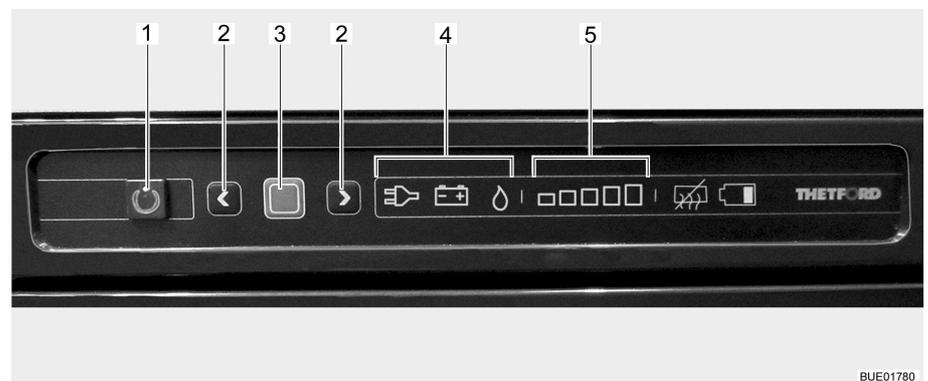

Bild 93 Bedienelemente für den Kühlschrank
Die aktuelle Betriebsart wird durch ein leuchtendes Symbol (Bild 93,4) an der Bedieneinheit angezeigt.
Nach dem Einschalten wählt der Kühlschrank automatisch die zuletzt gewählte Thermostateinstellung. Diese Einstellung kann manuell mit den Pfeiltasten (Bild 93,2) nachgeregelt werden. Die Leucht balken der Kühlstufenanzeige (Bild 93,5) zeigen die gewählte Thermostateinstellung an. Mit den Pfeiltasten wird die Kühltemperatur für alle drei Energiearten eingestellt. Es dauert einige Stunden, bis der Kühlschrank die normale Betriebstemperatur erreicht hat. Beim Umschalten der Betriebsart wird die Thermostateinstellung beibehalten. Die Kühltemperatur wird unabhängig von der Energieart beibehalten.
- Taste Ein/Aus (Bild 93,1) 1 Sekunde lang drücken. Taste (Bild 93,1) leuchtet grün auf. Nach ca. 10 Sekunden wird die Anzeige aus Energie-spargründen gedimmt.
- Bestätigungstaste (Bild 93,3) ca. 2 Sekunden lang drücken. Die Symbole der Betriebsarten (Bild 93,4) blinken.
- Zum Ändern der Betriebsart die Pfeiltasten (Bild 93,2) drücken.
- Für Gasbetrieb mit den Pfeiltasten (Bild 93,2) die Betriebsart Gas auswählen. Die Gaszufuhr ist geöffnet. Der Zündvorgang erfolgt automatisch. Ein tickendes Geräusch ist hörbar, bis der Zündvorgang erfolgreich abgeschlossen ist.
- Bestätigungstaste (Bild 93,3) drücken.
- Bestätigungstaste (Bild 93,3) erneut drücken. Die aktuelle Kühlstufe wird durch die Leucht balken (Bild 93,5) angezeigt.
- Zum Ändern der Einstellung die Pfeiltasten (Bild 93,2) drücken, bis die gewünschte Einstellung angezeigt wird.
- Taste Ein/Aus (Bild 93,1) ca. 2 Sekunden lang drücken. Alle Lampen erlöschen. Der Kühlschrank ist abgeschaltet.